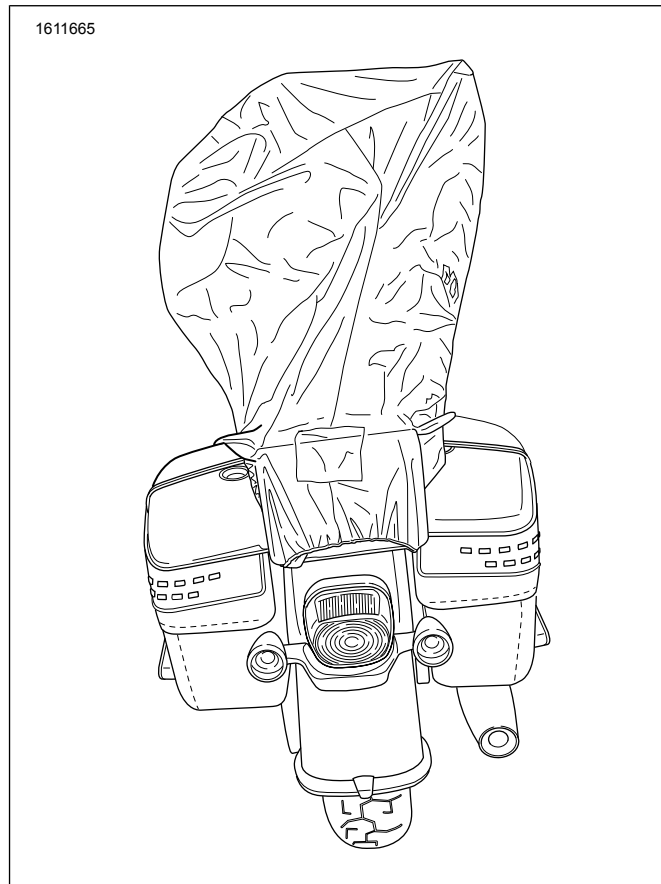

Figure 3. Arrière housse (typique)
2. Voir la figure 3. Tirer la housse en la serrant sur l'arrière de la moto.